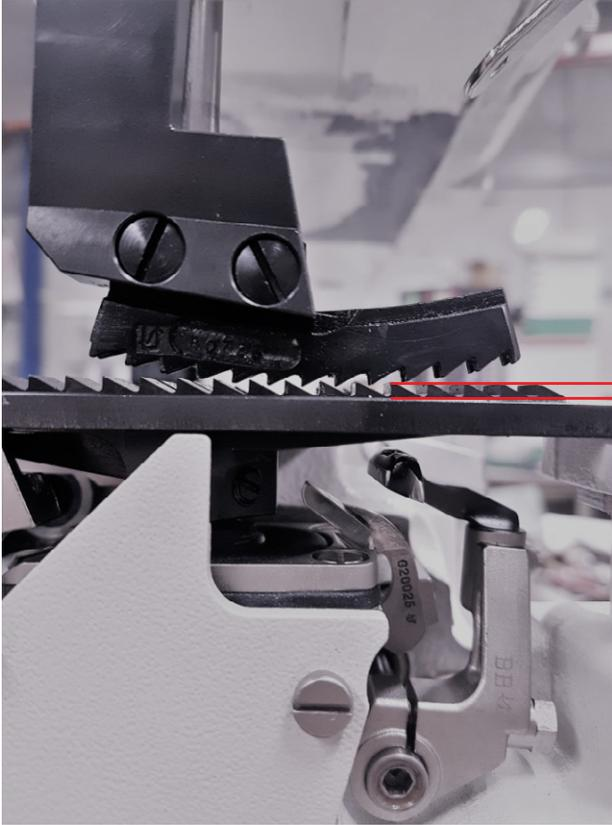

Fig. 1
1. Turn the lower feed (Fig. 1) into the highest position (height of teeth visible above throat plate). Set the upper feed intermittently over the teeth of the lower feed.
1. Untertransporteur (Fig. 1) in die höchste Stellung (Zahnhöhe über Stichplattenoberkante) drehen. Obertransporteur über dem Untertransport zahnversetzt auf Höhe einstellen.